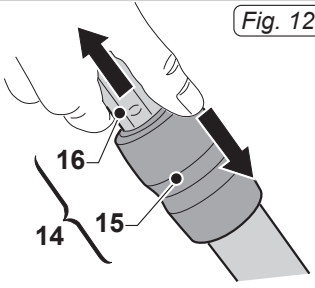

Fig. 13
- Agganciare il tubo (7 Fig.13) nell'apposito incastro.